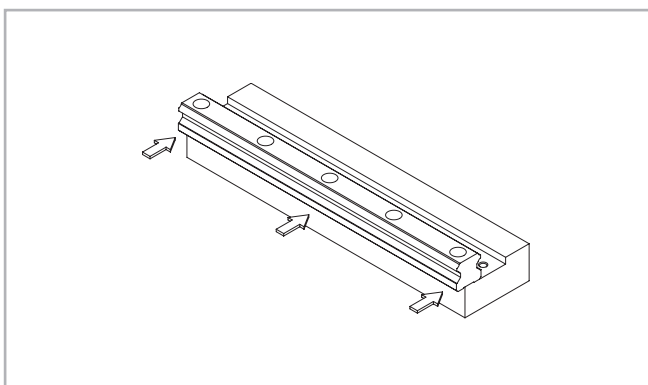
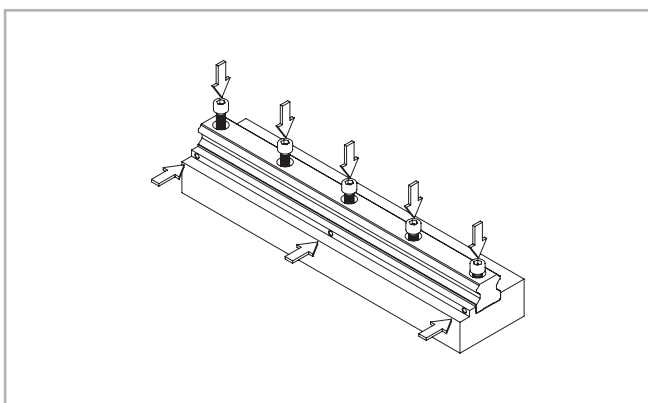

Fig. 54
Fig. 55
(2) Coloque con cuidado la guía en la superficie de montaje (ver fig. 54) y apriete ligeramente los tornillos de anclaje para que la guía toque ligeramente la superficie de montaje (alinee la guía a lo largo del borde del hombro de la superficie de montaje, ver fig. 55).